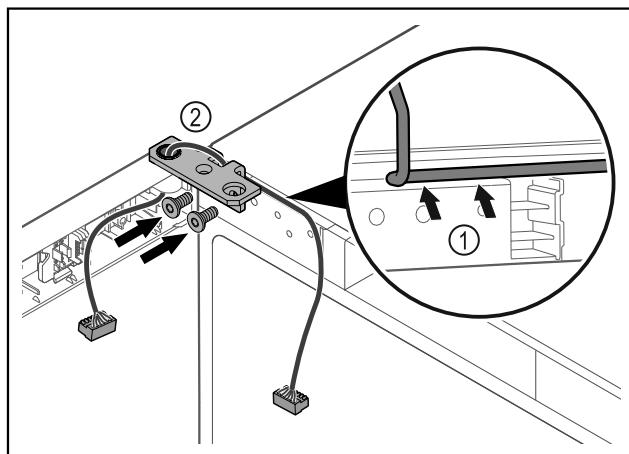

Fig. 47
- Проведите кабель через отверстие в шарнирном уголке и аккуратно уложите его Fig. 47 (1).
- Привинтите шарнирные уголки Fig. 47 (2).